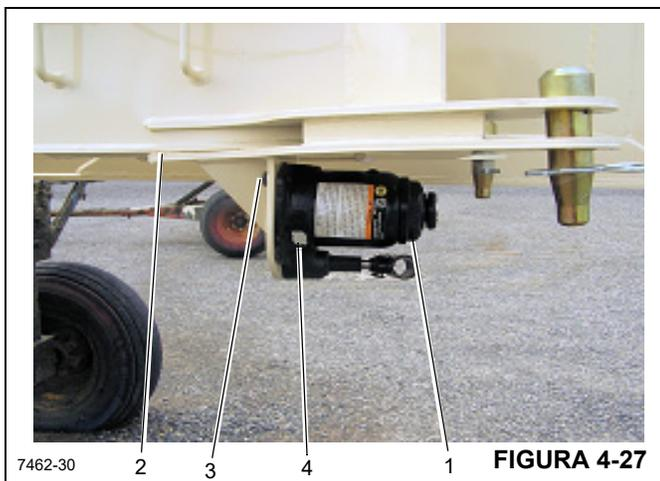

FIGURA 4-27
Remova o macaco (1) da lança do jib (2) removendo os três parafusos e arruelas lisas (3). Consulte a Figura 4-27.
1. Com a guia completamente abaixada e o pistão pressionado, coloque o macaco em sua posição nivelada vertical e remova o bocal de enchimento de óleo (4, Figura 4-27).
2. Para drenar o óleo, remova o bocal de enchimento (4, Figura 4-27).